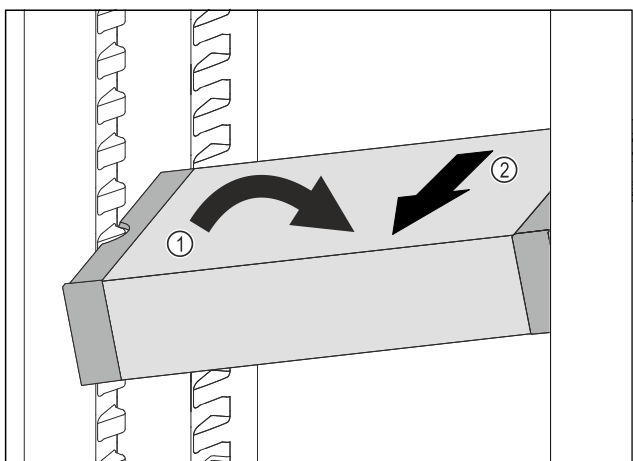

Fig. 126
- VarioSafe postavte v chladničke šikmo. Fig. 126 (1)
- VarioSafe vyberte dopredu. Fig. 126 (2)